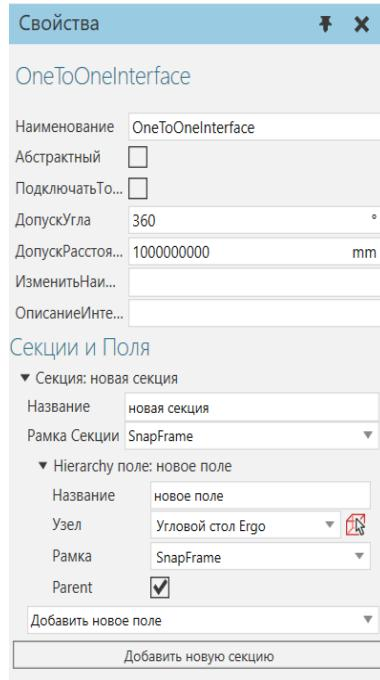

Рисунок 18 – Корректные настройки для интерфейса One-to-One
6. Установите корректные настройки для интерфейса One-to-One, как показано ниже (рис.18).